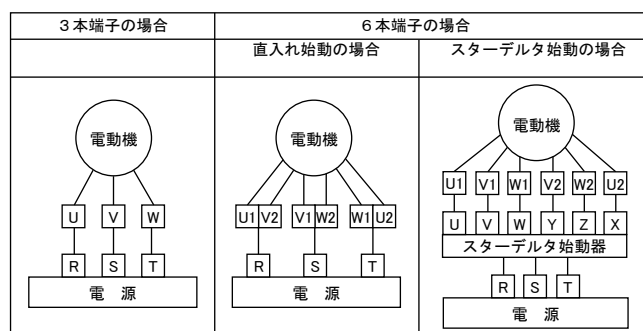

図 11 結線図（反駆動側から見て右回転の場合）
- (1) 配線は図11を見て行ってください。図11の電動機の回転方向は、電動機側から見て、右回転です。
逆回転の場合は図11の電源RとTを入れ替えてください。